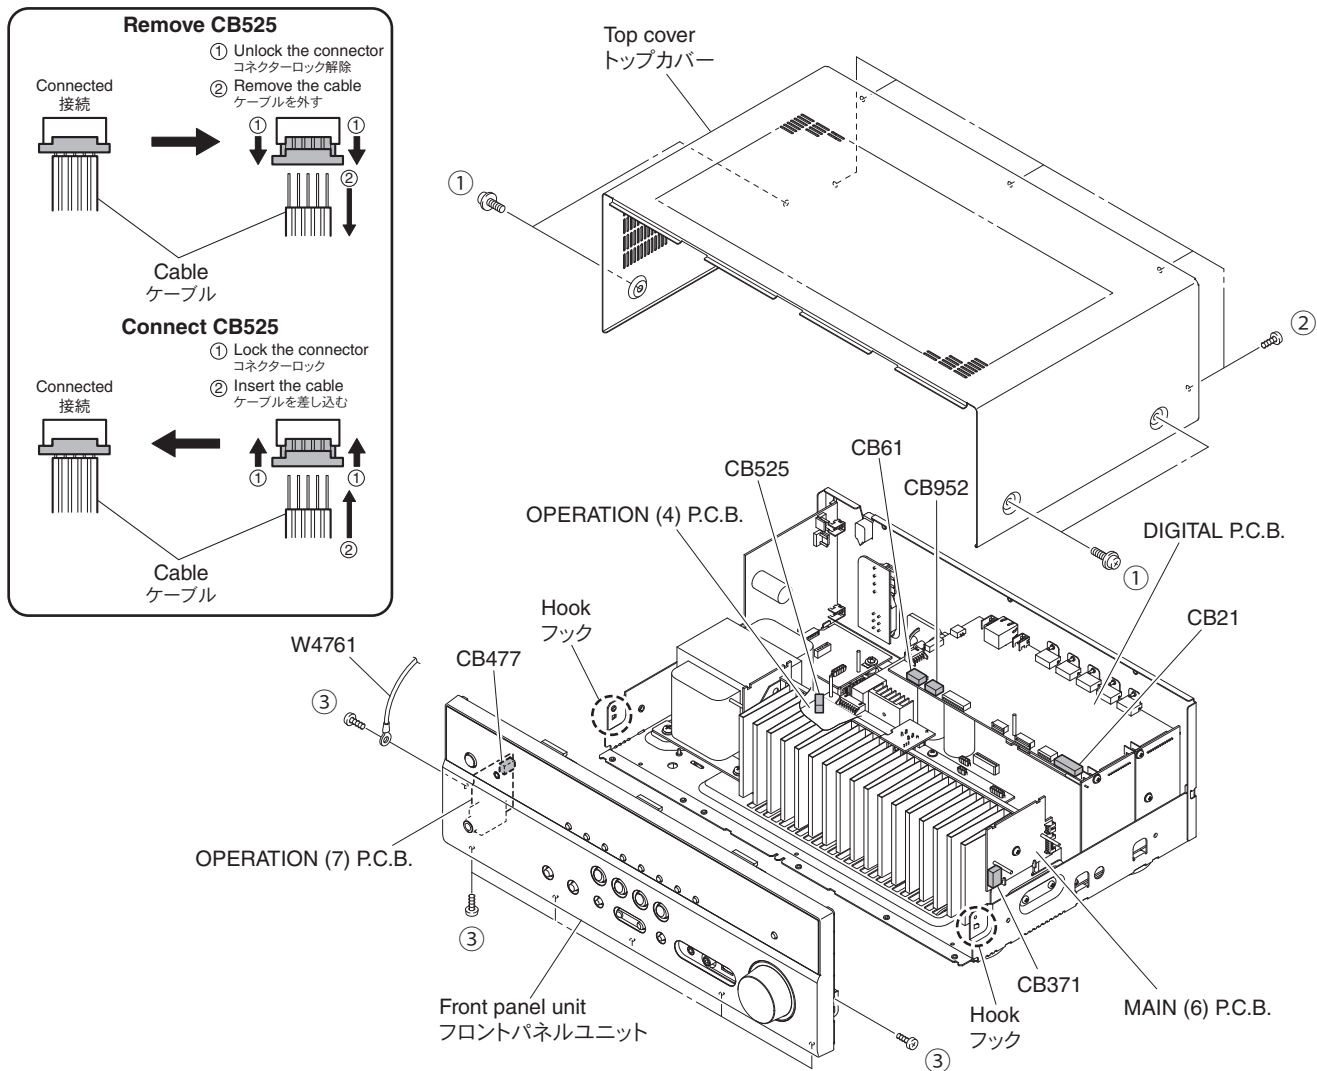

Fig. 1
- Remove 4 screws (①) and 5 screws (②). (Fig. 1)
- Lift the rear of the top cover to remove it. (Fig. 1)
- ①のネジ4本、②のネジ5本を外します。(Fig. 1)
- トップカバーの後部を持ち上げ、外します。(Fig. 1)
- Remove 7 screws (③), and remove W4761. (Fig. 1)
- Remove CB21, CB61, CB371, CB477 and CB952. (Fig. 1)
- Unlock and remove CB525. (Fig. 1)
- Release 2 hooks on both ends and remove the front panel unit. (Fig. 1)
- ③のネジ7本を外し、W4761を外します。(Fig. 1)
- CB21、CB61、CB371、CB477、CB952を外します。(Fig. 1)
- ロックを外し、CB525を外します。(Fig. 1)
- フック2箇所を外し、フロントパネルユニットを外します。(Fig. 1)